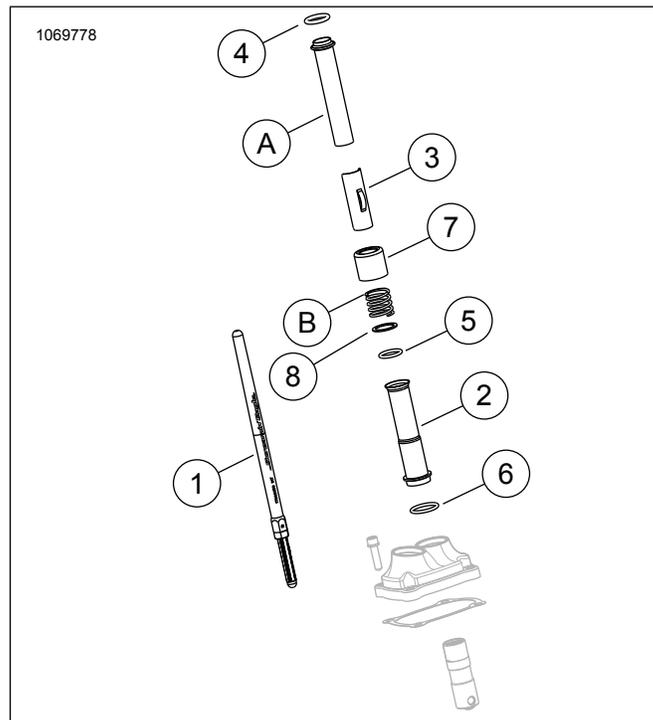
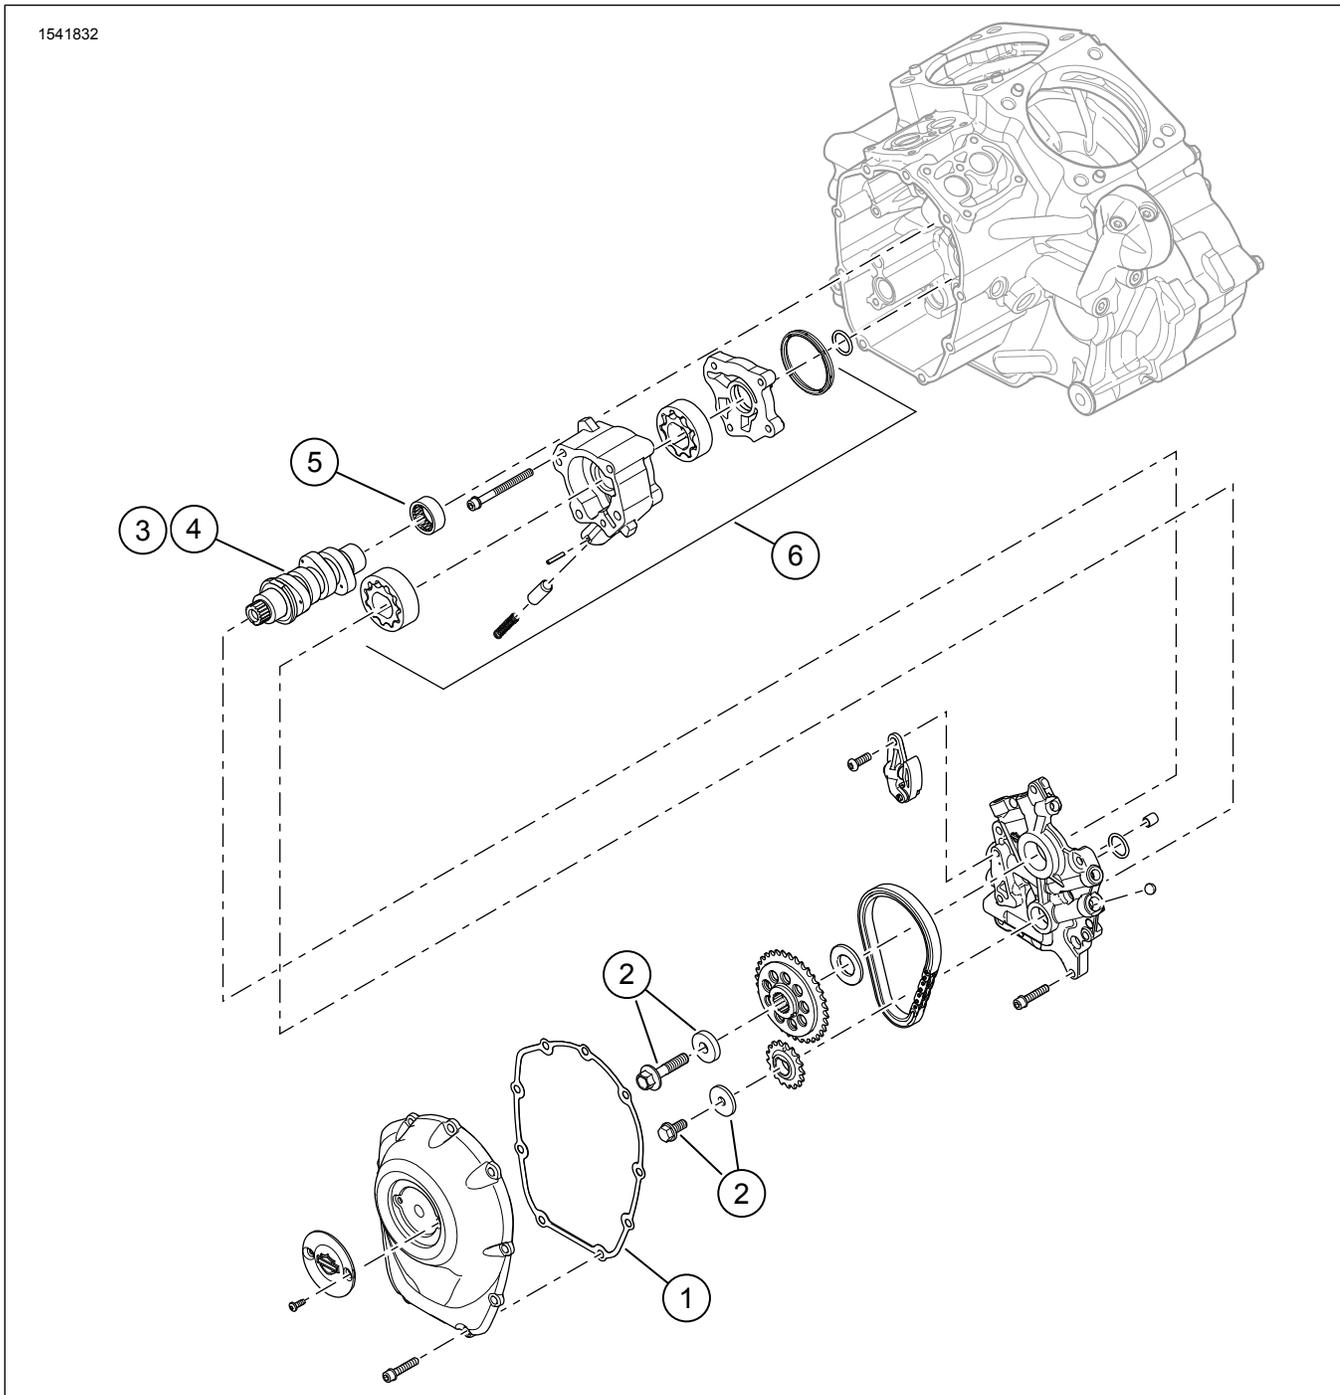

Figura 3. Piezas de servicio
Figura 4. Piezas de servicio: Kit Screamin' Eagle Milwaukee-Eight Stage 2
Vea Figura 3 a Figura 4, y Tabla 2 a Tabla 3.
1. Vea la Figura 4. Instale la bomba de aceite. Consulte MOTOR en el manual de servicio.